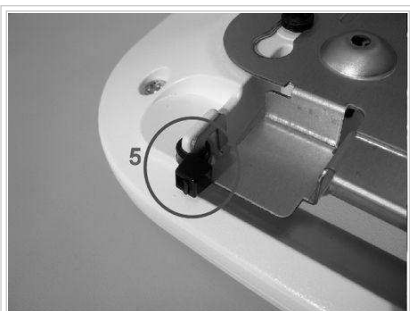

Fig. 5 - Asegurando el AP a la platina
- Asegurar el AP con un precinto como se indica en Fig. 5, dejando el sobrante de patch-cord dentro del espacio donde se encuentran los puertos del AP.